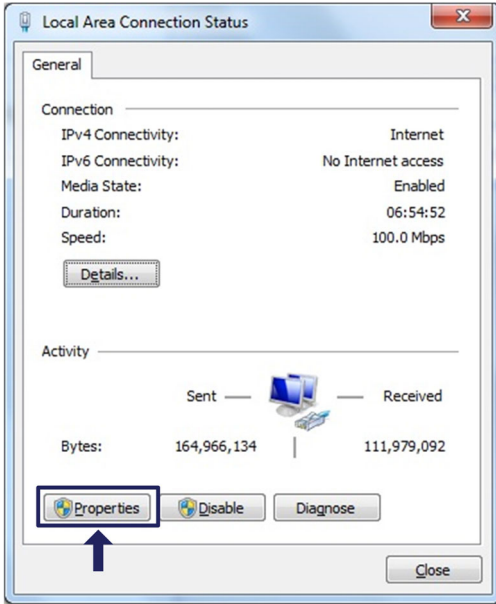

图3.7 网络属性
- ▶ 选择局域网连接。将出现 图3.7 中所示的窗口。点击属性。